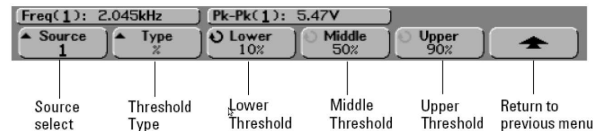
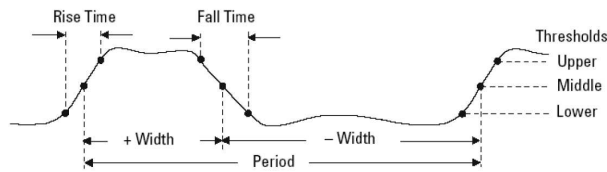

Figura 3.10: Menú de ajuste de umbrales.
Figura 3.11: Definición de tiempo de subida (rise time) y tiempo de bajada (fall time).
- Umbrales (Thresholds): algunas medidas se realizan a partir de ciertos umbrales predefinidos, como los tiempos de subida y bajada que se realizan entre el 10 % y 90 % de variación de la señal. El acceso a esta parte del menú permite modificar los valores por defecto de estos umbrales (ver figura 3.10). Es importante notar que los umbrales por defecto del aparato son 10 %, 50 % y 100 % para el inferior (Lower), medio (Middle) y superior (Upper), respectivamente con lo que será preciso modificar el umbral superior al 90 % para la medida de los tiempos de subida y bajada tal y como están definidos en la figura 3.11.